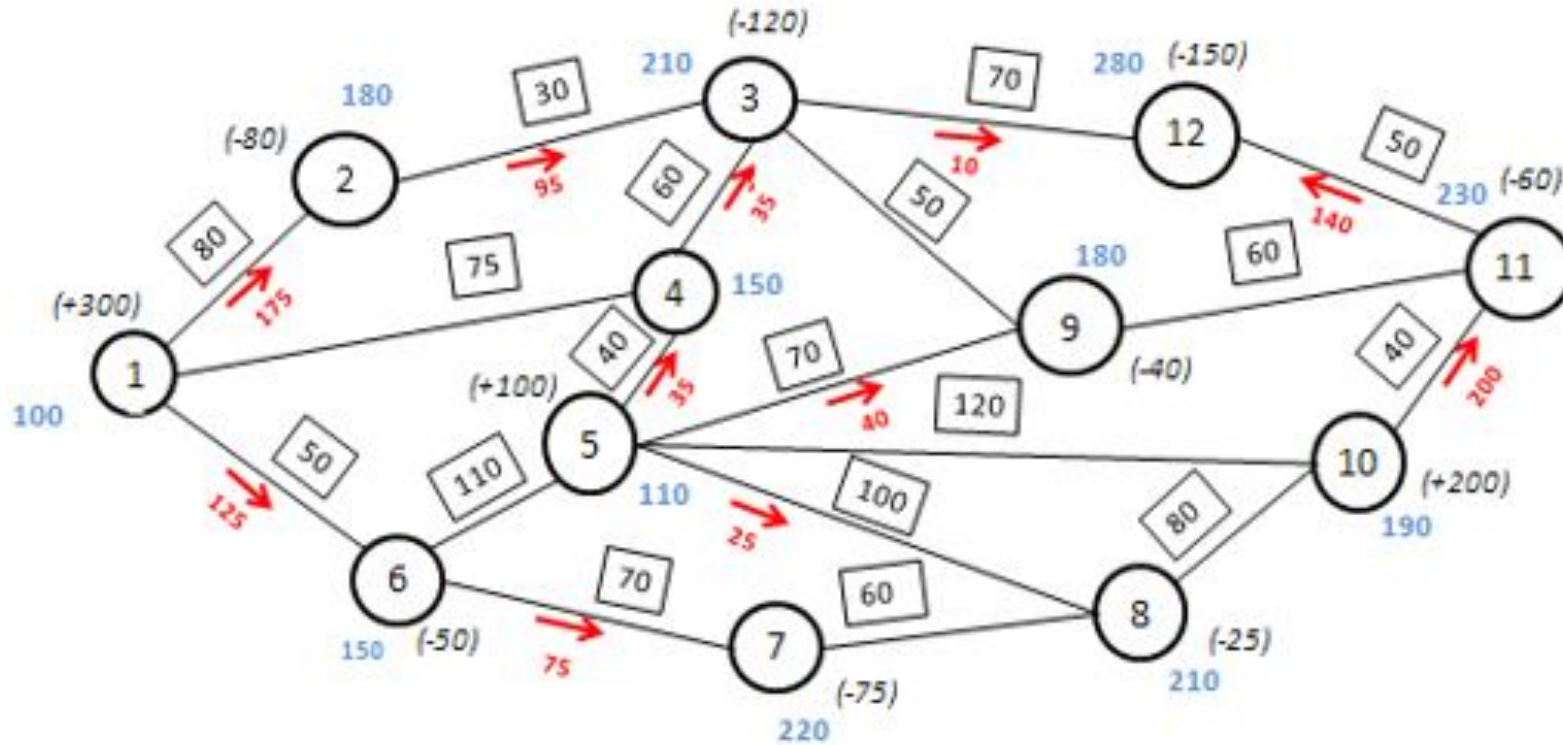

Рис. 5.
- Шаги 2 и 3 поочередно повторяют до тех пор, пока не будет дуг с нарушением условий (6). В дальнейшем при шаге 2 не требуется вновь присваивать потенциалы, достаточно исправить их у тех вершин сети, куда грузопоток подошел с другого направления.
- После исправления плана осталось нарушение на дуге 5.8. Замкнутый контур состоит теперь из дуг 5.8, 8.10, 10.11, 11.12, 12.3, 3.4, 4.5. Направление движения — против часовой стрелки. Минимальный встречный поток равен 25 на дуге 8.10. Оптимальный план показан на рис. 5.